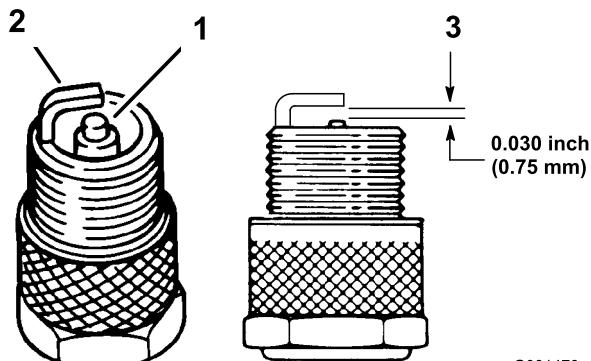

Figura 31
3. Conecte los cables a las bujías (Figura 31).
1. Mire la parte central de las bujías (Figura 31). Si se observa un color gris o marrón claro en el aislante, el motor está funcionando correctamente. Si el aislante aparece de color negro, significa que el limpiador de aire está sucio.
3. Compruebe la separación entre los electrodos central y lateral (Figura 31). Si la distancia no es correcta, doble el electrodo lateral (Figura 31).